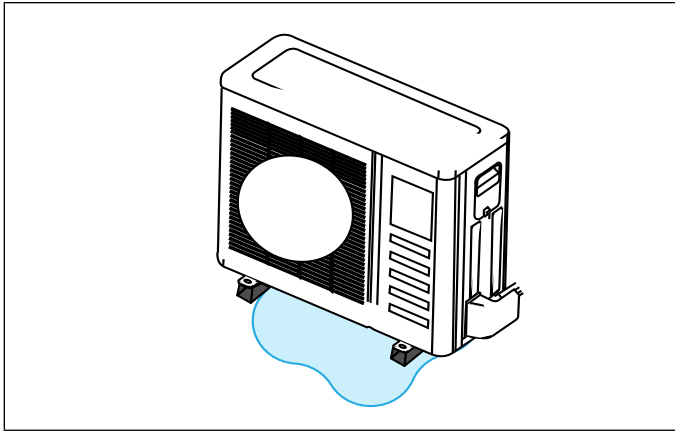

Figure 27. Éviter les dangers causés par le gel de l'eau de dégivrage
- Faire très attention à l'élimination de l'eau de dégivrage pour éviter que la glace empêche l'utilisation des allées ou crée un danger à proximité de l'unité extérieure comme illustré à la « Figure 27. Éviter les dangers causés par le gel de l'eau de dégivrage ».